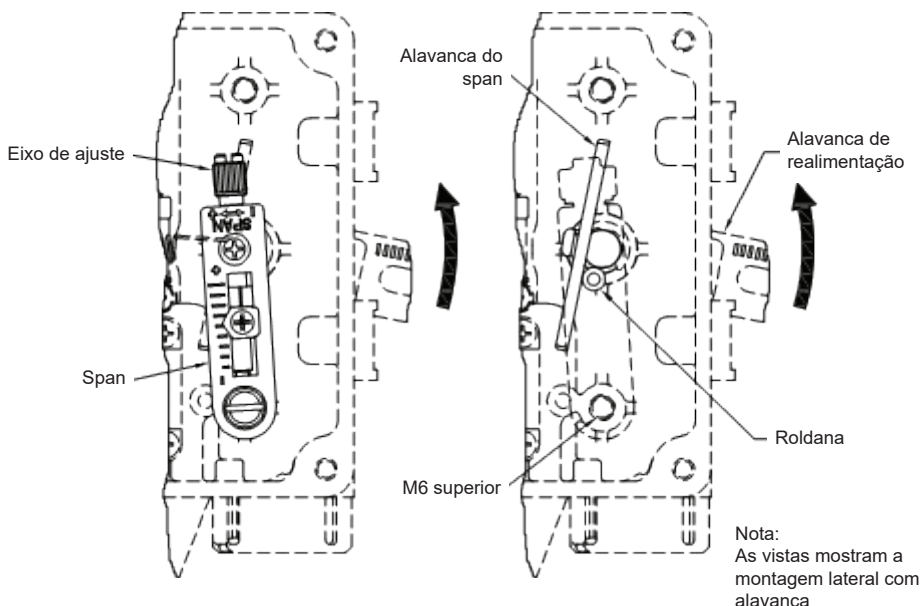

Fig. 20 Instalação de span (lateral = RA, central = DA)
Montagem central - Se o eixo do atuador se mover para baixo quando o sinal de entrada for aumentado, monte o "Span" para abaixar o orifício do registro M6 como na Fig. 20 abaixo. (DA)
- 2) Montagem lateral - Se o eixo do atuador se mover para cima quando o sinal de entrada for aumentado, monte o "Span" para abaixar o orifício do registro M6 como na Fig. 20 (RA).